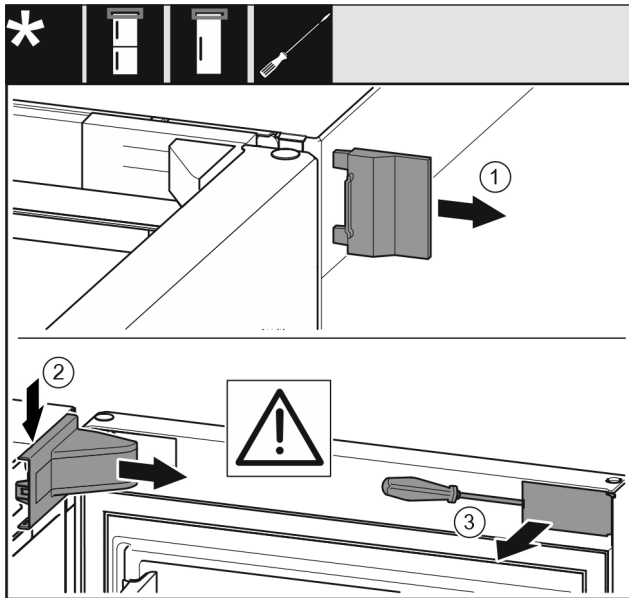

Fig. 10
► Ota ulompi suojus Fig. 10 (1) pois.
- Vapauta laakerijalustan suojus Fig. 10 (2) lukituksesta ja irrota se.
- Irrota suojus Fig. 10 (3) uraruuvimeisselillä ja käännä sivulle.